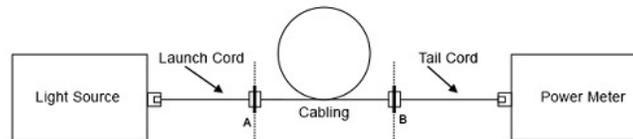

図 6a. ケース 1 の減衰測定（プラグ-アダプターとケーブル両端のプラグ）
- b. 測定を行い、基準測定の結果と比較します（図 6a および 6b 参照）。